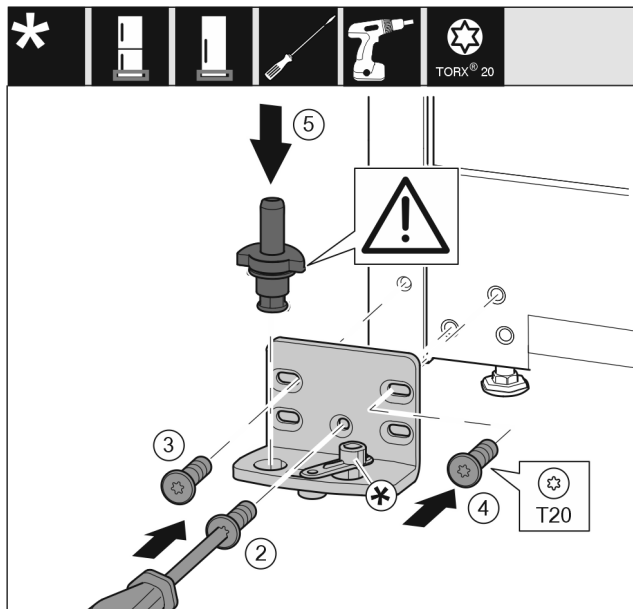

Fig. 17
- Встановіть опорний кронштейн з іншого боку та прикрутіть його за допомогою викрутки. Почніть із гвинта Fig. 17 (2), що розташований знизу посередині.
- Закрутіть гвинт Fig. 17 (3) і гвинт Fig. 17 (4).
- Повністю вставте опорний гвинт Fig. 17 (5). При цьому виступ фіксатора повинен бути спрямований назад.